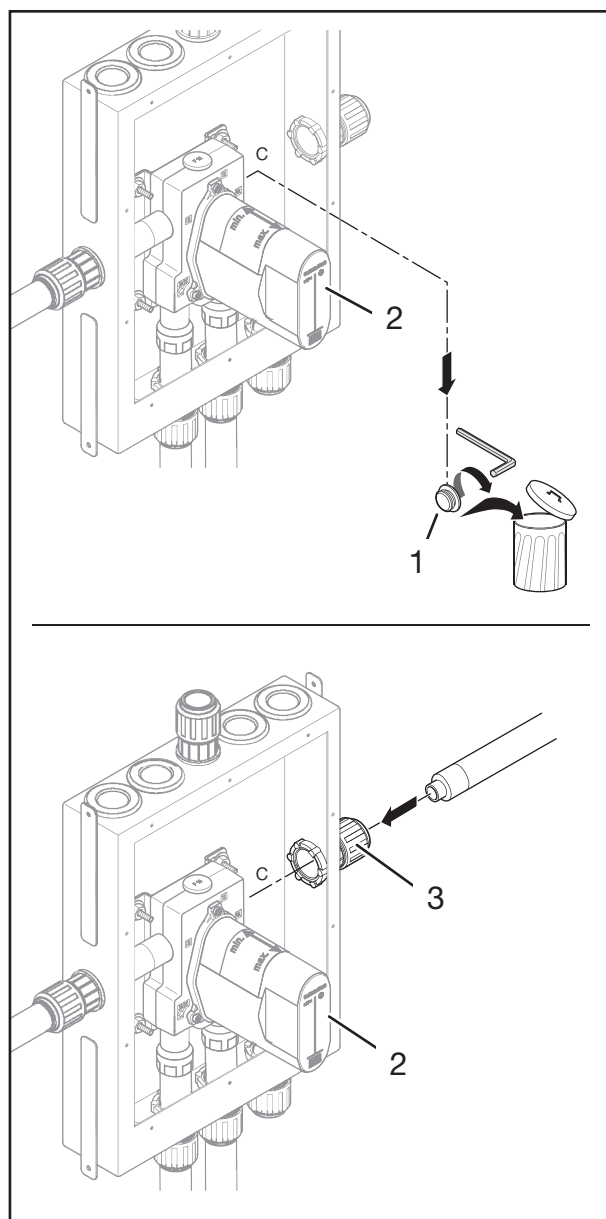

Fig. 8: Installation av badkarsutlopp på höger sida
1. Lossa mässingspluggen (fig. 8/1) på produktens högra sida (fig. 8/2) med hjälp av en 10 mm insexnyckel.
2. Ta bort mässingspluggen (fig. 8/1) från produktens högra sida (fig. 8/2).
3. Dra media- och skyddsröret genom skruvkopplingen på inbyggnadslådan (fig. 8/3).
4. Anslut mediaröret till anslutningen på produkten (fig. 8/2) enligt rör- och kopplingstillverkarens anvisningar.
5. Dra åt skruvkopplingen (fig. 8/3) på skyddsrorsgenomföringen på inbyggnadslådan enligt Joramarks monteringsanvisning.